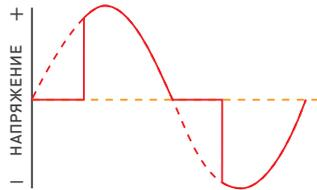

Рис. 2.
- 3.9. Светорегулятор работает по отсечке переднего фронта. Режим предназначен для работы с индуктивной нагрузкой, а также допускает использование резистивной нагрузки, например, ламп накаливания [рис. 2].